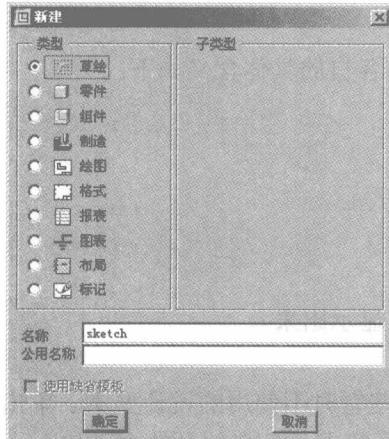

图 2-1 【新建】对话框
- 1) 首先启动 Pro/E 软件，在工具栏中单击  按钮，打开【新建】对话框，如图 2-1 所示。